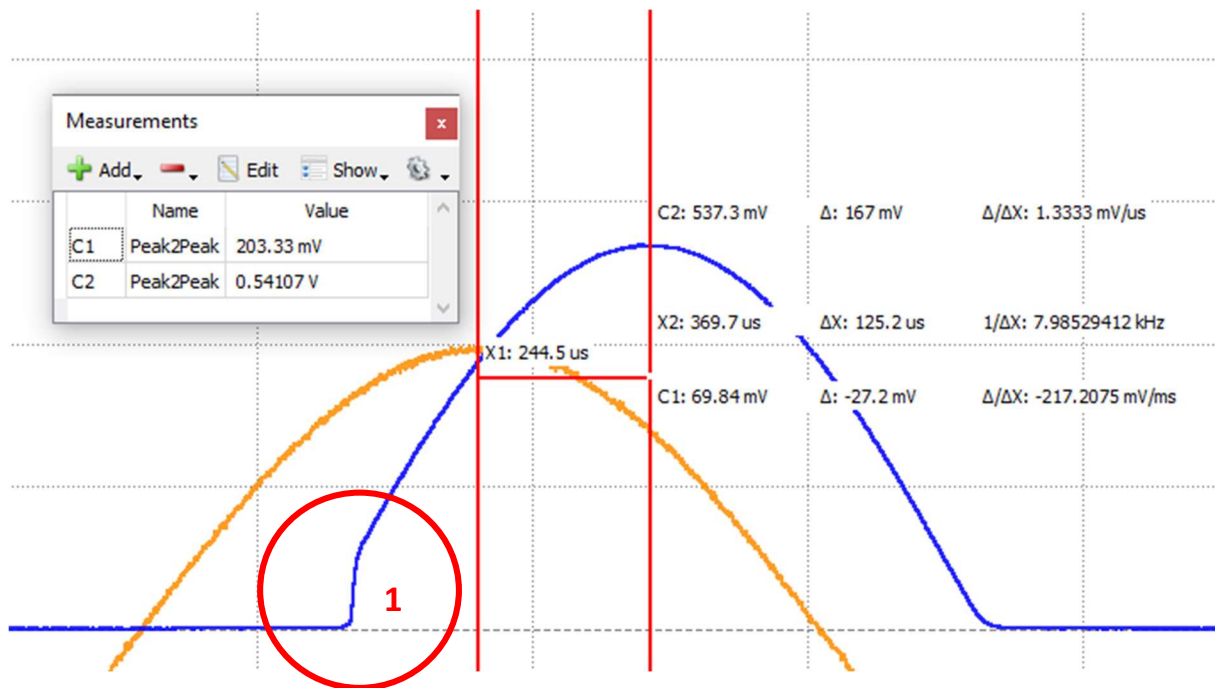

Abbildung 12: Ergebnis Frequenzmessung 1kHz
Der abgeschnittene Teil in *Abbildung 12* (1) der bei einer Messung mit niedriger Frequenz nicht aufgefallen ist, kann durch die Slew-Rate des Operationsverstärkers erklärt werden. Ein Operationsverstärker kann nur endlich schnell auf eine Änderung des Eingangssignales reagieren und zeichnet sich durch eine verspätete Änderung des Ausgangssignales aus. Bei der ersten Messung war das Ausgangssignal deutlich höher, weshalb es dort nicht aufgefallen ist.